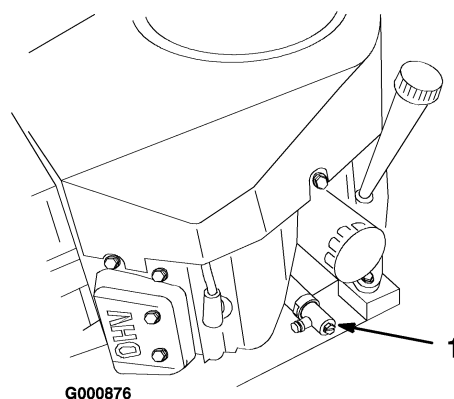

Bild 23
5. Schieben Sie den Ablassschlauch auf das Ablassventil (Bild 23).
6. Stellen Sie eine Auffangwanne unter den Ölablassschlauch. Öffnen Sie das Ventil entweder mit einem Flachsraubenschlüssel oder einem 10 mm Schlüssel (Bild 23).
7. Drehen Sie das Ventilende nach links, um das Ventil zu öffnen (Bild 23).
8. Drehen Sie nach dem kompletten Abfließen des Öls das Ablassventil nach rechts, um es zu schließen (Bild 23).
10. Reinigen Sie den Bereich um den Peilstab und drehen den Verschlussdeckel ab (Bild 23).
11. Gießen Sie ca. 80 % der angegebenen Ölmenge langsam in den Einfüllstutzen (Bild 23). Siehe „Warten des Motoröls“ unter Warten des Motors, Seite 25.